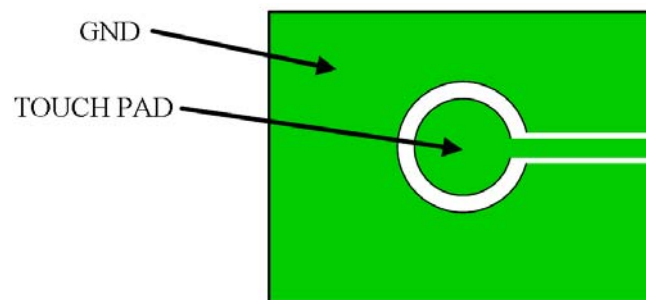

图 6 TOUCH PAD 参考画法
- .4 从 TOUCH PAD 到 IC 管脚 TCH 不要与其他快速跳变的信号线并行或者与其他线交叉。TOUCH PAD 需用 GROUND 保护，请参考图 6。